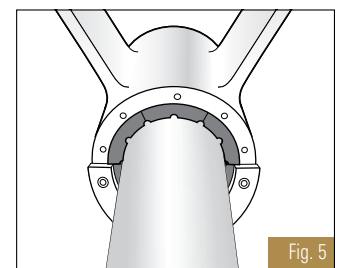

Fig. 5
6. **Inserte las duelas en la mitad superior.** Lubrique la superficie de las duelas y los laterales de la última duela con jabón líquido de fregar para conseguir un ajuste más sencillo de la última duela. **NO LUBRIQUE LA PARTE TRASERA DE LAS DUELAS.** Puede que necesite instalar y ajustar la última duela con la ayuda de un mazo de madera. (Fig. 5).